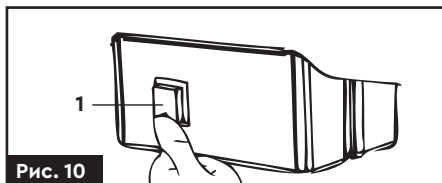

Рис. 10
3. Встановіть клавішу «Ввімкнення/Вимкнення» **(1) (рис. 10)** у положення «О». Вентилятор після цього припинить працювати.
3. Встановіть клавішу «Ввімкнення/Вимкнення» **(1)** у положення «І» **(рис. 10)**. Вентилятор після цього одразу почне працювати.
1. Встановіть клавішу «Ввімкнення/Вимкнення» **(1)** у положення «О» **(рис. 10)**. Вентилятор після цього припинить працювати.